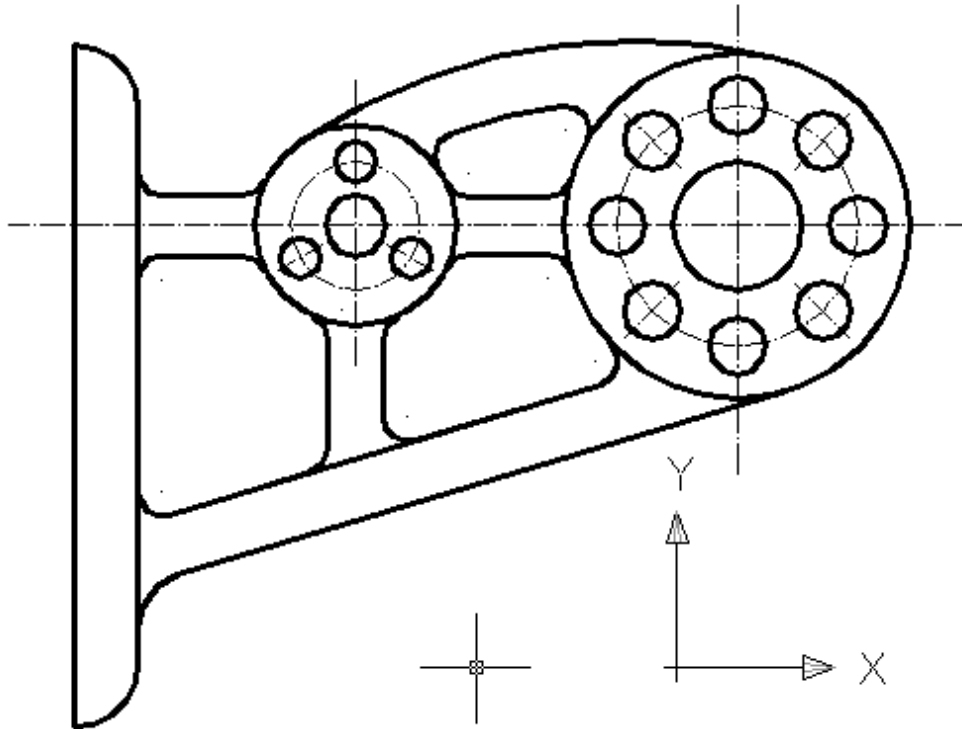

Рис. 1
1. Выполнение сложного контура (рис. 1).